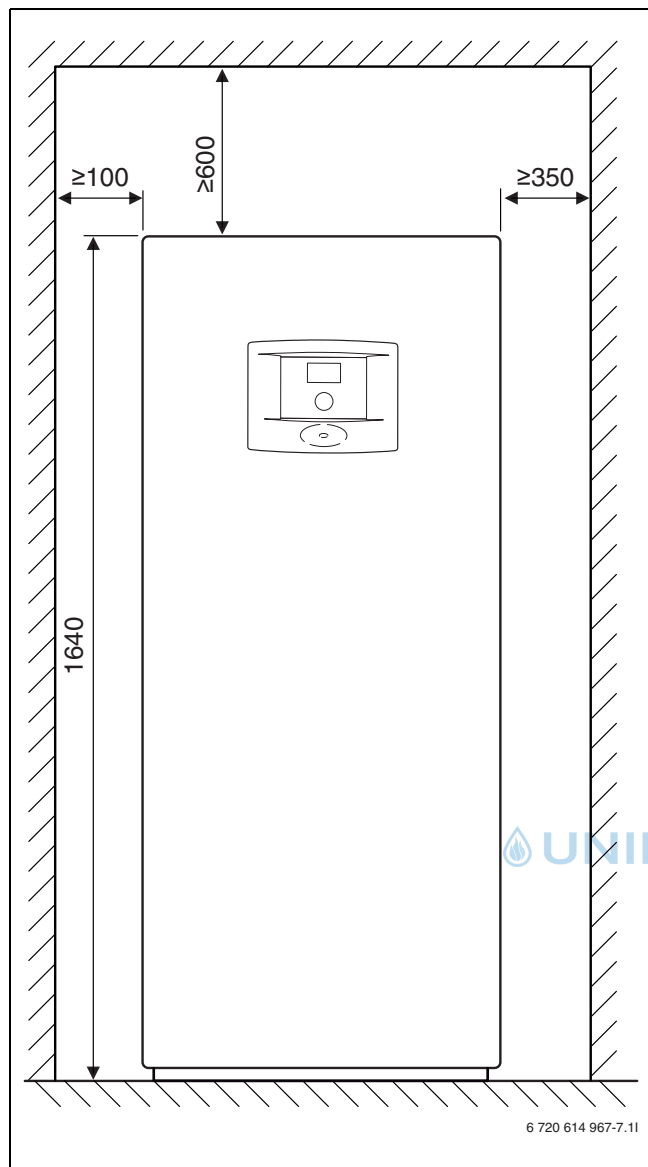

Bild 7
2. Erforderliche Mindestabstandsmasse zu Wänden, Decken und zusätzlichen Komponenten wie Pufferspeicher, Warmwasserspeicher berücksichtigen. Siehe Bild 7.